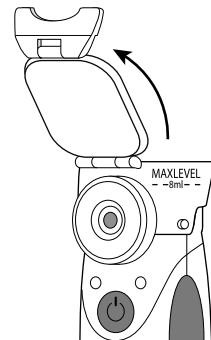
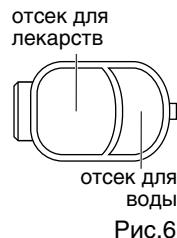

Рис.5
Рис.6
2. Откройте крышку ингаляционной камеры, подняв защелку (рис.5). Залейте лекарственный раствор в отсек для лекарств (рис.6). Максимальная емкость отсека для лекарств – 8 мл (до отметки MAXLEVEL), минимальная – 0,5 мл.
Для поддержания температуры теплого раствора, заполните горячей водой отсек для воды (рис.6). Рекомендуется заливать воду подогретую до 80°C.